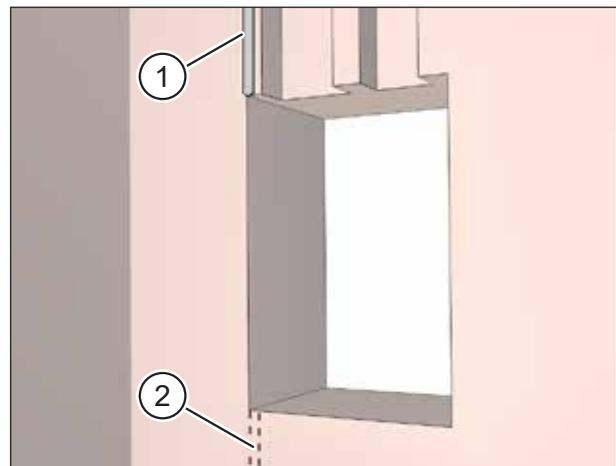

Abb. 18: Mauernuten für Anschlusskabel fräsen
- ▶ Fräsen Sie einen Kabelkanal für das Netz- und Steuerkabel (Pos. 1 in Abb. 18).
Die Mauernut in Abb. 18 ist beispielhaft. Eine alternative Mauernut ist gestrichelt dargestellt (Pos. 2 in Abb. 18). Für die spätere Elektroinstallation empfiehlt es sich, das Netz- und Steuerkabel von links an den Mauerdurchbruch heranzuführen.